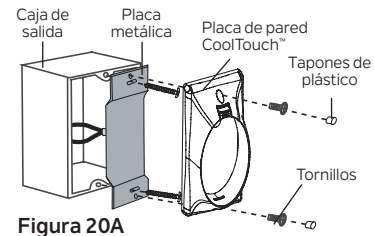

Figura 20A
Paso 2. Instale la placa de metal y la placa de pared CoolTouch™ en la caja de salida existente en la pared con los 4 tornillos provistos. Introduzca los dos tapones de plástico en la placa de pared. **(Figura 20A)**